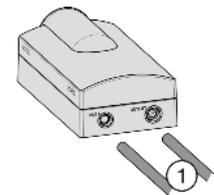

Fig. 55
- ▶ Sur le tuyau fin, mesurer la profondeur d'insertion (E) de 11/16 " (17 mm) et faire une marque.
- ▶ Sur le tuyau épais, mesurer la profondeur d'insertion (E) de 13/16 " (20 mm) et faire une marque.
- ▶ Introduire les tuyaux *Fig. 55 (1)* jusqu'à la butée (correspond au repère) au-delà de la résistance dans le module de filtrage de l'eau.